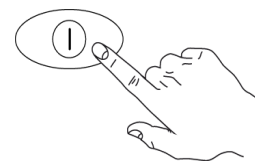

Fig.13
- 8- Fermer la porte et appuyer sur le bouton "A". (Fig.13)